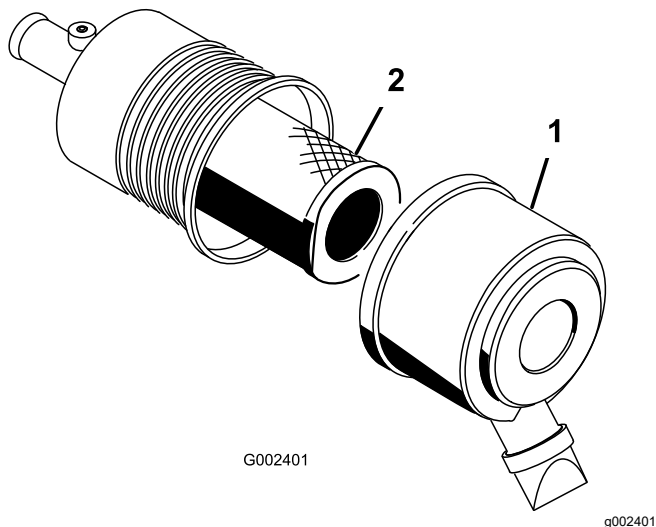

**Figure 59**
1. Déverrouillez le filtre à air et détachez le couvercle du boîtier du filtre (Figure 59).
3. Sortez l'élément filtrant du boîtier du filtre à air avec précaution (Figure 59).
5. Insérez le filtre sur le tube du boîtier avec précaution (Figure 59).
6. Reposez le couvercle du filtre à air, le côté en haut, et verrouillez-le (Figure 59).